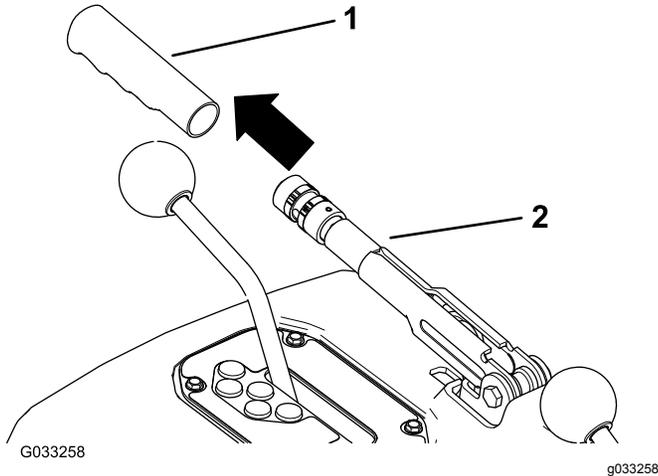

Рисунок 74
1. Снимите резиновый наконечник рычага стояночного тормоза (Рисунок 74).
5. Установите резиновый наконечник на рычаг стояночного тормоза (Рисунок 74).